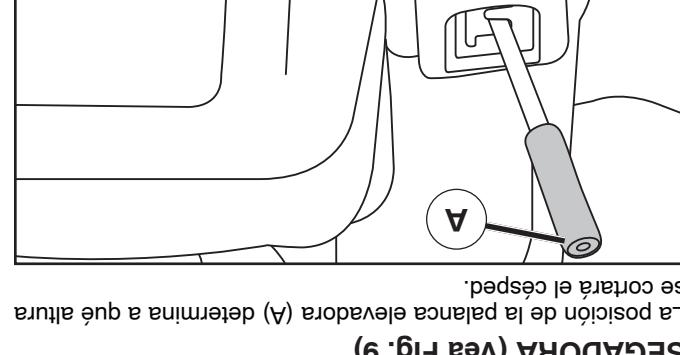

Fig. 9
- PARA AJUSTAR LA ALTURA DE CORTE DE LA SEGADORA (Vea Fig. 9)**
- La posición de la palanca elevadora (A) determina a que altura se cortará el césped.